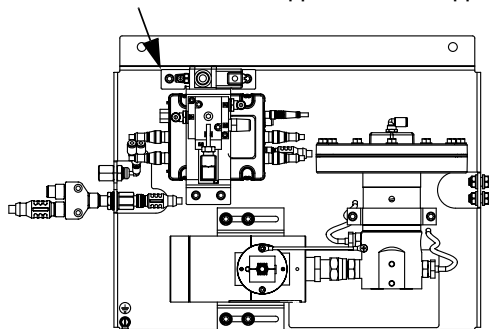

Рис. 36. Пневматический соленоид клапана подачи
4. Если клапан подачи невозможно привести в действие посредством блока управления, изучите Рис. 36 и выполните следующие действия, которые позволяют открыть клапан подачи и снять давление жидкости.
- а. Приведите в действие плунжер соленоида, чтобы открыть все клапаны подачи, соединенные с соответствующей жидкостной пластиной, и снять давление жидкости. См. Рис. 36.